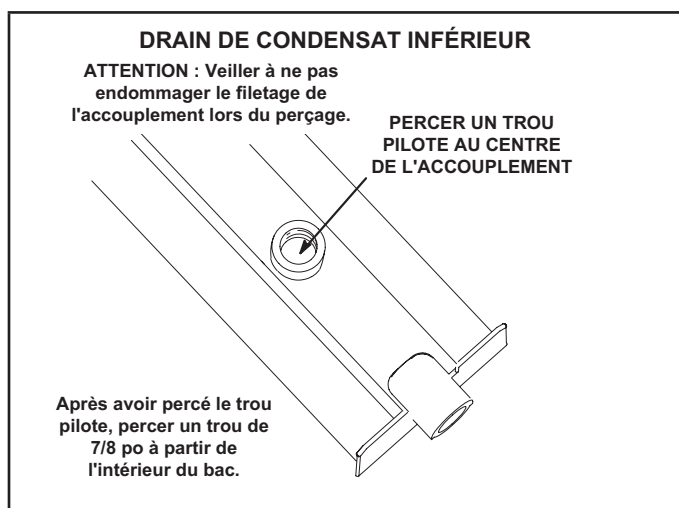

FIGURE 10
- 3 - Retourner le bac de drainage et percer un avant-trou à travers le fond du bac de drainage au centre du raccord. Voir la FIGURE 10.